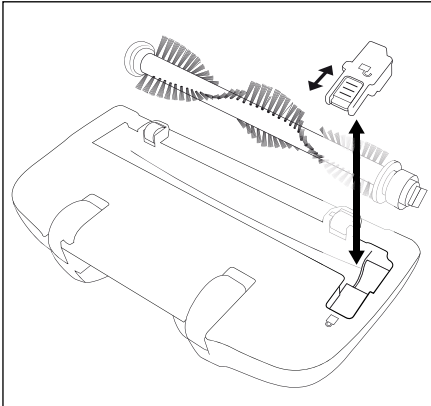

Abb. 4
- 2) Schieben Sie die Verriegelung an der Abdeckplatte Richtung -Symbol und nehmen Sie die Abdeckplatte ab (Abb. 4).
Setzen Sie die Abdeckplatte wieder auf und verriegeln Sie sie, indem Sie die Verriegelung Richtung -Symbol schieben (Abb. 4).